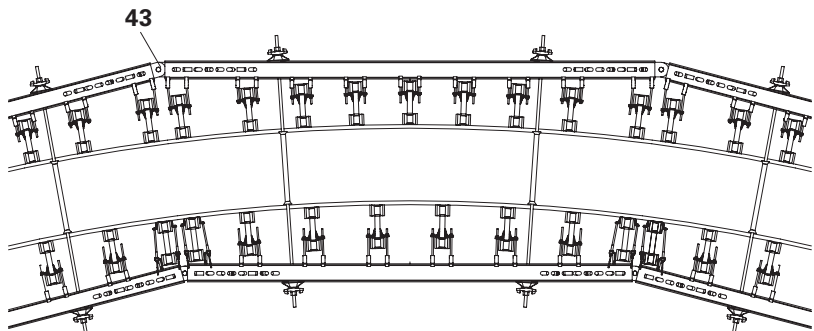

Fig. C2.03
- Coffrages circulaires polygonaux. (Fig. C2.03)